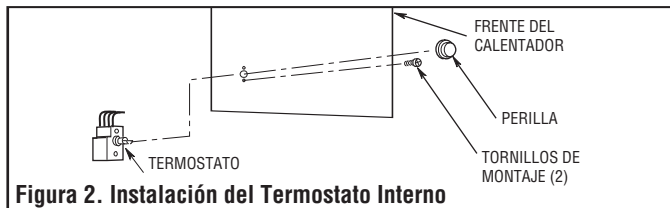

Figura 2. Instalación del Termostato Interno
4. Instale el termostato como se muestra en la Figura 2 y enrolle el exceso del tubo capilar adentro del calentador.
6. Instale el termostato como se muestra en la Figura 2 y enrolle el exceso del tubo capilar adentro del calentador.